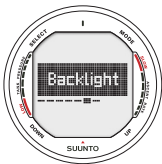

Bild 3.14 Inställning av instrumentbelysning
6. Instrumentbelysning (bild 3.14, 3.15)